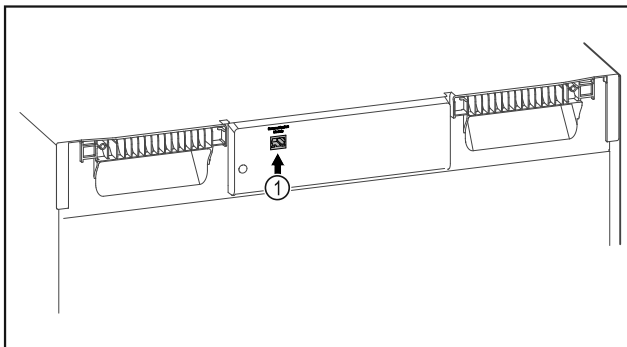

Fig. 94
- SmartModule Fig. 94 (1) встановлено.